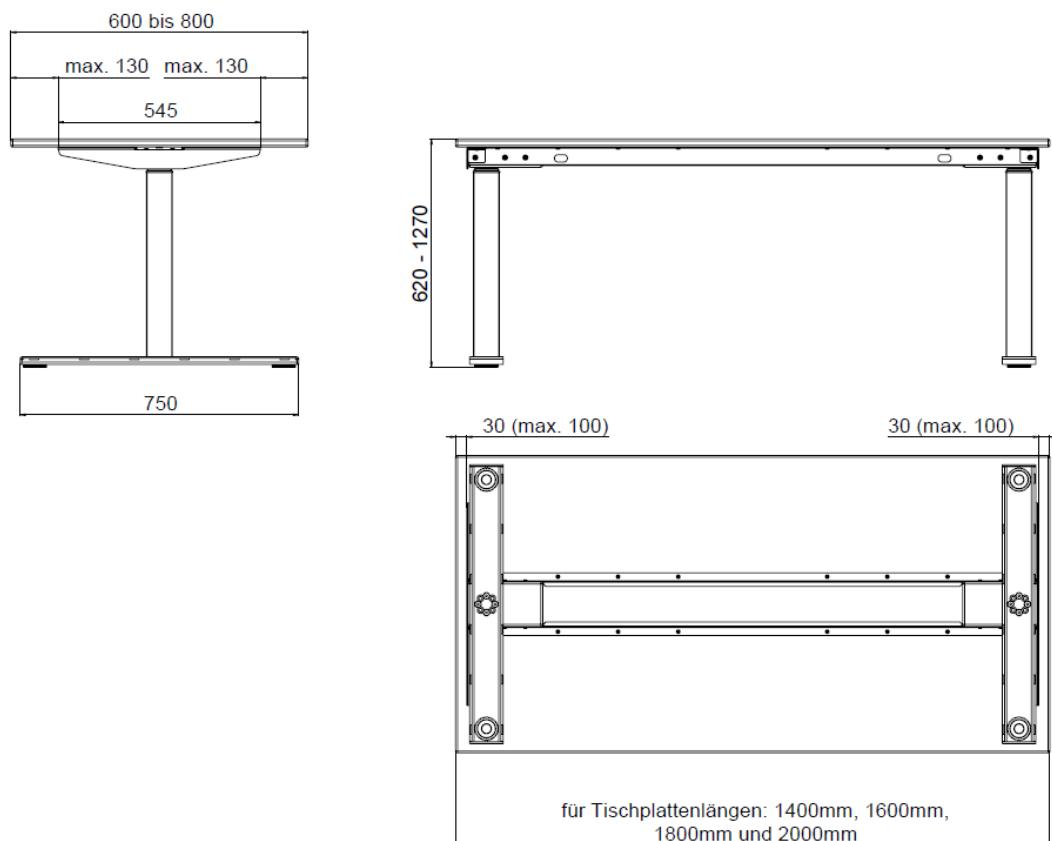

Abbildung 10 Platzierung der Tischuntergestells zur Tischplatte
- ➔ Beachten Sie die genauen Angaben zur Montage des Tischuntergestells an der Tischplatte in der schematischen Darstellung des Tischuntergestells (Abbildung 10).
- Das Tischuntergestell ist geeignet für Tischplatten mit einer Tiefe von 600 mm – 800 mm, siehe Abbildung 10.
- Der seitliche Überstand der Tischplatte über das Tischuntergestell sollte auf der Längsseite 100mm nicht überschreiten, siehe Abbildung 10.
- Der seitliche Überstand der Tischplatte über das Tischuntergestell sollte auf der Schmalseite 130 mm nicht überschreiten, siehe Abbildung 10.